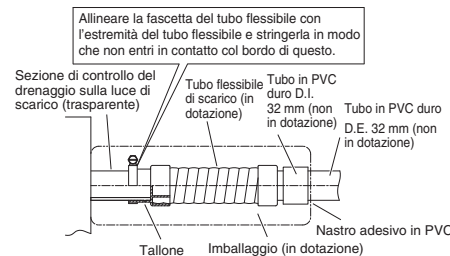

Fig. 3-24
Nel fare ciò, lasciare uno spazio tra la presa di scarico e il tubo in PVC per consentire di controllare il drenaggio. La luce di scarico trasparente di quest'unità permette di controllare l'efficienza di scarico. (Fig. 3-24)
- Inserire il tubo di scarico fino a che entra in contatto con il raccordo nel modo visto in Fig. 3-24 e quindi stringere bene la fascetta del tubo flessibile.
- Stringere i fermagli del tubo flessibile in modo che i loro dadi di bloccaggio siano rivolti verso l'alto. (Fig. 3-24)